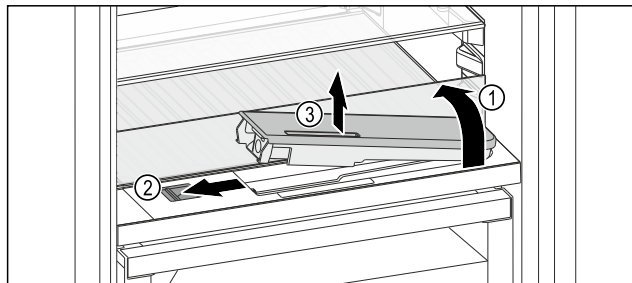

Fig. 129
- ▶ Skleněnou desku nadzvedněte a zaklapněte dozadu až na doraz Fig. 129 (1).
- ▶ Posuvník Fig. 129 (2) posuňte doleva.
- ▶ Vyměňte nádržku na vodu Fig. 129 (3).